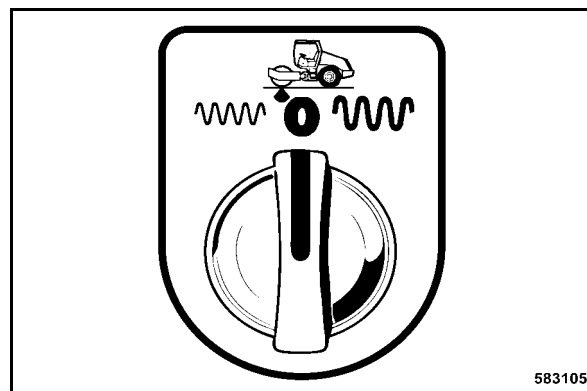

Fig. 68
- Après la fin du travail, commuter à nouveau l'interrupteur rotatif de présélection de l'amplitude (Fig. 68) sur position "0".